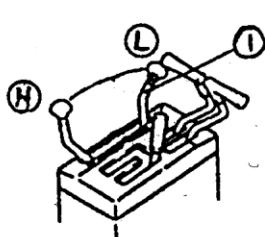

Рис. 2-4.
#### 2.2.1.1. Рычаг управления подачей топлива (1) (Рис. 2-4)